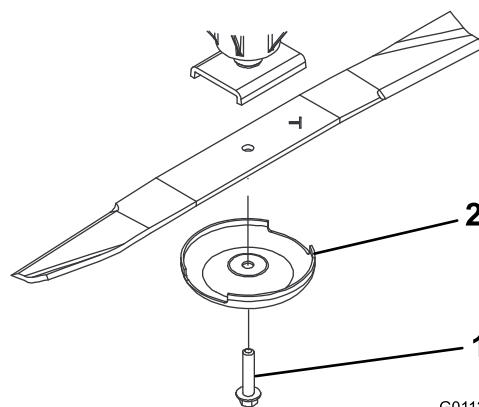

Figure 3
2. Enlevez le boulon, la coupelle de protection et la lame de l'axe de pivot (Figure 3).